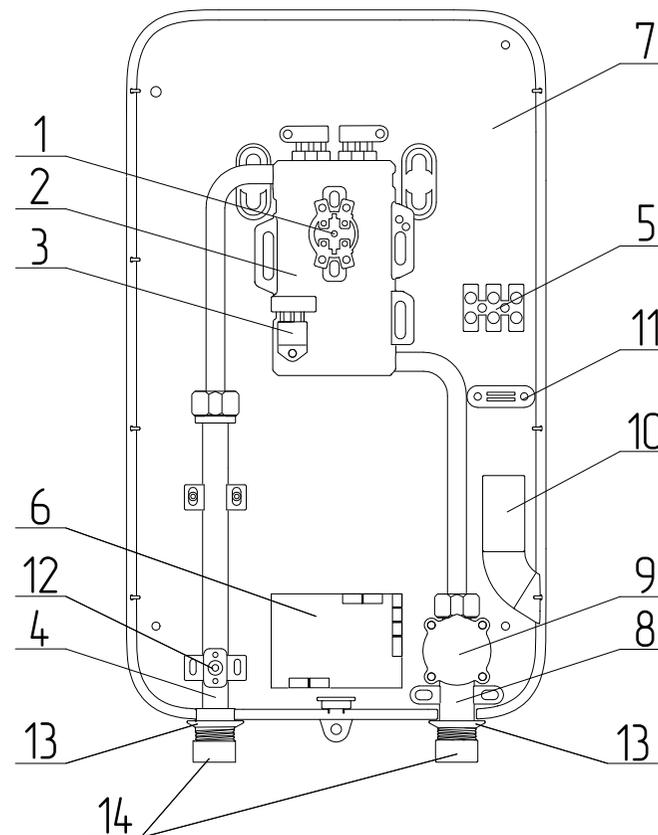

Рис.1 Устройство водонагревателя 4,5-6,5 кВт
2. Протяните кабель питания через ввод (**Рис.1, поз.10**), открутите фиксатор кабеля (**Рис.1, поз.11**);
4. Зафиксируйте кабель питания прикрутив и затянув фиксатор кабеля (**Рис.1, поз.11**)
- С патрубков входа холодной и выхода горячей воды, перед присоединением снять пылезащитные колпачки (**Рис.1, поз.14**).